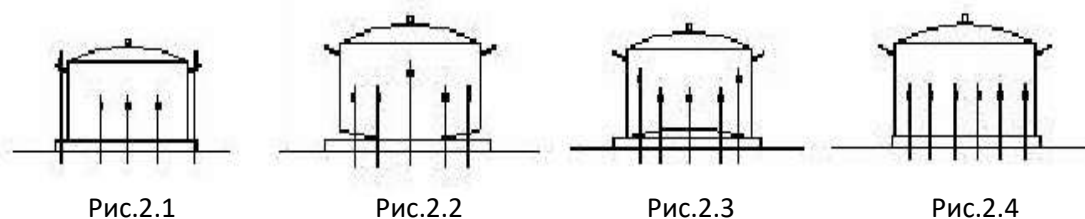

Рис.2
5.3. Для снижения расхода электроэнергии, ускорения процесса приготовления пищи и увеличения срока службы конфорок, рекомендуется пользоваться кухонной посудой, имеющей ровное и плоское дно диаметром равным или несколько большего размера конфорки (рис. 2.)